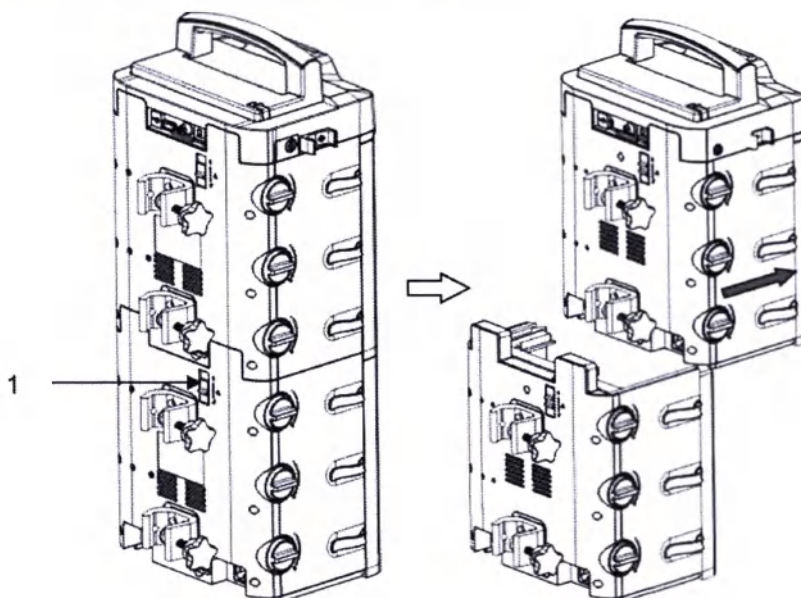

Рис. 16. Снятие дополнительного коммуникационного модуля.
Для снятия дополнительного коммуникационного модуля установите фиксатор (3) в нижнее положение, чтобы разблокировать соединения. Отсоедините дополнительный коммуникационный модуль, как показано на рис. 16.